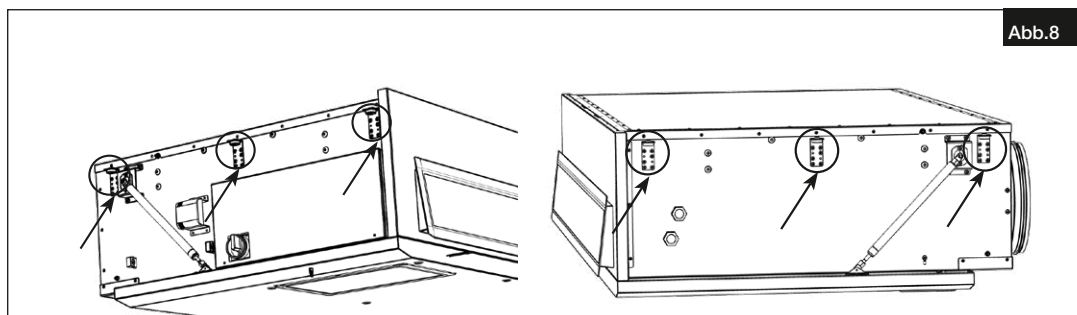

Abb.8
- Gerät mit demontierten Seitenblenden und Verkleidung und sichtbaren Halterungen (s. Abb.8).